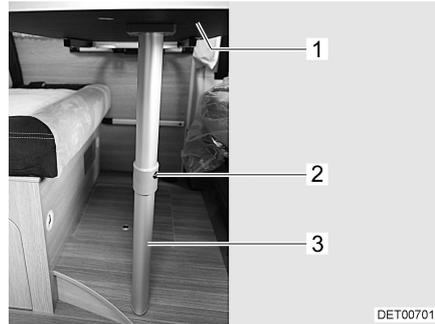

Bild 29 Bettunterbau
- Tischplatte (Bild 29,1) vorn leicht anheben.
- Entriegelungsknopf (Bild 29,2) drücken und den unteren Teil des Gelenkstützfußes (Bild 29,3) um 90° umklappen.